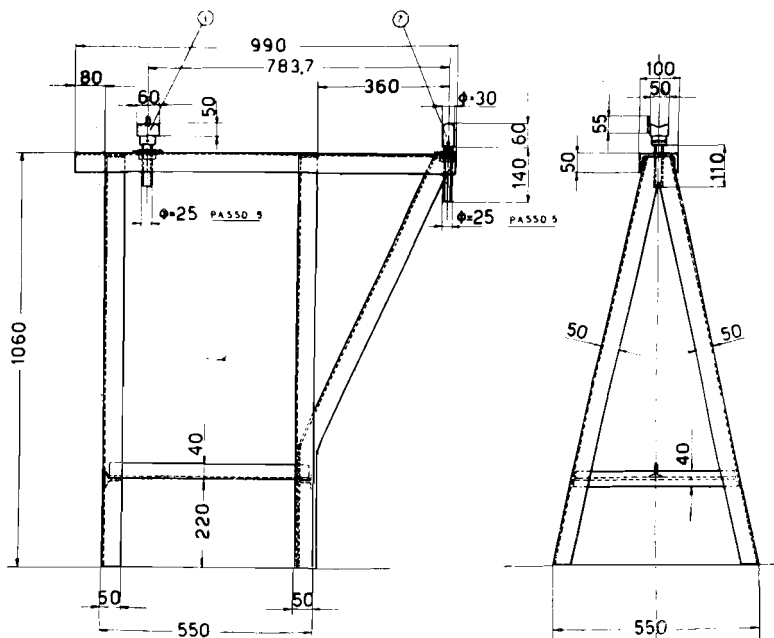

Fig. 35. — Cavalletti sostegno tronco centrale.
N. 2 cavalletti registrabili per sostegno della parte anteriore dell'apparecchio sotto il tronco centrale dell'ala (fig. 35);
Occorre anzitutto fissare il complessivo fusoliera-tronco centrale sugli appositi cavalletti secondo lo schema (fig. 42) e cioè: impegnare i due cavalletti (fig. 35) con un attacco nell'apposito alloggio situato nella parte inferiore del longherone anteriore del tronco centrale e con l'altro all'attacco posteriore inferiore di attacco dell'ala.